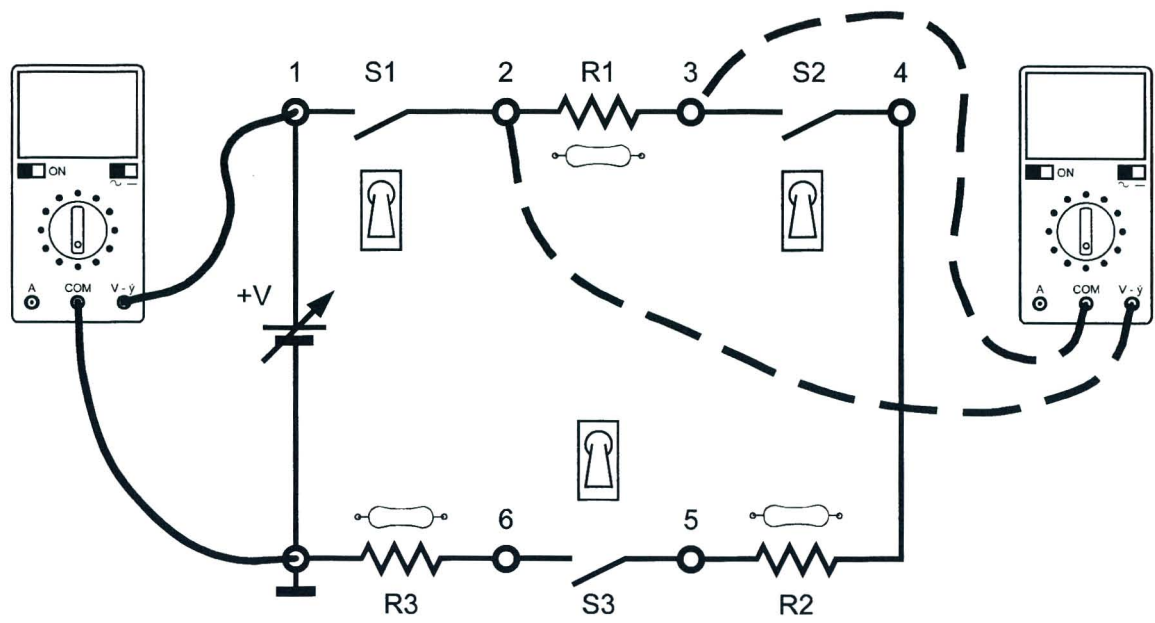

Fig. 1.2c
23. usar dos multímetros, ajustados como voltímetros de CC, y conectarlos como se muestra en la Fig. 1.2c;